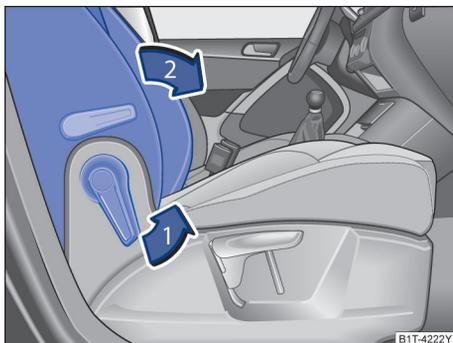

图 79 向前翻折副驾驶座椅靠背
- 将副驾驶座椅靠背沿着箭头方向→图 79①进行解锁。
- 将副驾驶座椅靠背沿着箭头方向②向前翻转至水平位置。